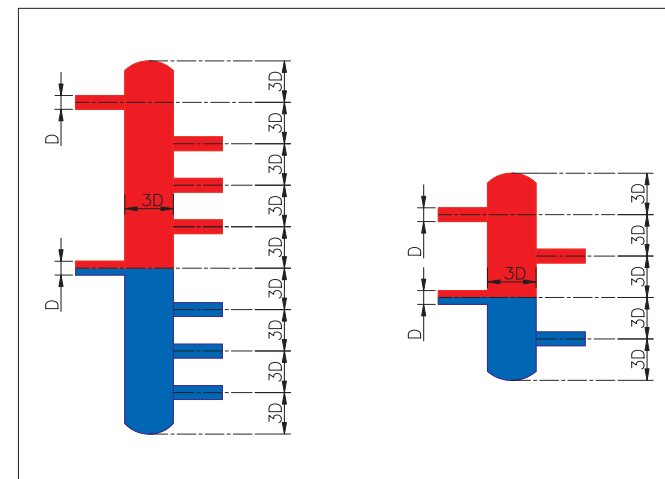

Рисунок 3.
Термогидравлический распределитель и гидравлический разделитель конструктивно представляют собой вертикально установленную перемычку большого диаметра (**рисунок 3**). За счет большого диаметра (по отношению к диаметру трубопровода котлового контура) быстро гасится скорость теплоносителя в термогидравлическом распределителе (или гидравлическом разделителе). Гидравлическое сопротивление такого устройства пренебрежительно мало по отношению к сопротивлению контуров отопления и котла. Таким образом, между котлом и контурами отопления появляется буфер с практически нулевым сопротивлением, то есть контуры отопления никак не будут оказывать влияние на контур котла и расход теплоносителя через котел. Функцию гидравлического разделения котлового контура и контуров отопления выполняют оба этих устройства.
3. Для определения размеров термогидравлического распределителя и гидравлического разделителя необходимо использовать правило 3-х диаметров ($3D$) либо специальное программное обеспечение. Между осями любых двух подсоединений к термогидравлическому распределителю (гидравлическому разделителю) должно быть расстояние не меньше, чем 3 диаметра (**рисунок 3**). Из **рисунка 3** видно, что высота гидравлического разделителя гораздо меньше, чем высота термогидравлического распределителя.